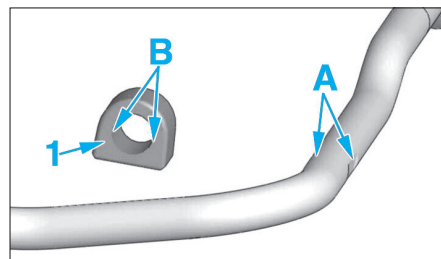

Fig. 12
- Vérifier l'état des paliers élastiques (1) (Fig.12) puis veiller à les engager sur celle-ci, en alignant leurs méplats intérieurs (B) avec ceux de la barre (A).